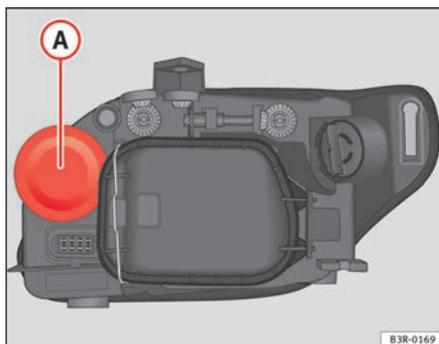

Fig. 202 Feux de route
- Retirez le cache en caoutchouc **A** ⇒ fig. 202 et tirez.